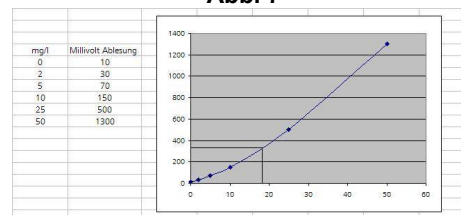

Abb. 8
- 7 Der Anzeigewert (mV) wird am Messgerät abgelesen, die Bestimmung des Messergebnisses erfolgt anhand der mitgelieferten Kurven/Tabellen (Abb. 8). (Es zählt nur der Absolutwert; wenn z.B. **-40** abgelesen wird, entspricht es **40**. Durch vertauschen der Anschlussbuchsen gemäß Punkt 3 kann man die Polarität der Anzeige ändern).